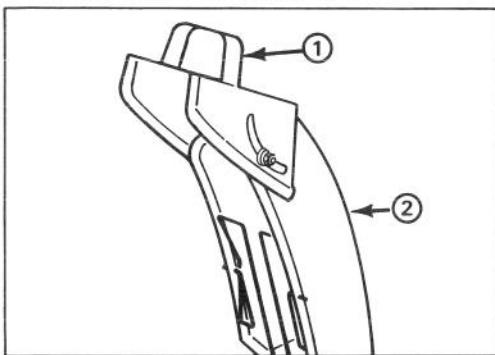

Abbildung 12
4. Langsam 0,62 Liter SAE 5W30 oder SAE 10 Öl in die Einfüllöffnung gießen (Abb. 12). Für den Motor ist ausschließlich hochwertiges HD-Öl der API-Klasse SC, SD, oder SE zu benutzen.
**Griff am Ablenkblech** (Abb. 12)—Der Ablenkblech-Griff sitzt oben am Auswurf und bestimmt die Schneeauswurfhöhe.
6. Den Rücklaufstarter (Abb. 12) langsam so lange herausziehen, bis Widerstand spürbar ist; dann den Motor mit einem kräftigen Armzug herumwerfen. Den Startgriff festhalten und das Seil langsam zurückgleiten lassen.